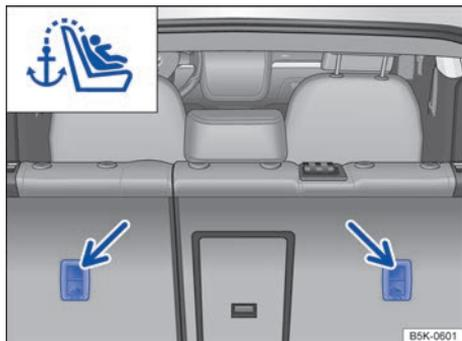

Fig. 55 Argollas de sujeción en la parte posterior del asiento trasero para fijar el cinturón de fijación superior.
- Enganche el cinturón de fijación superior en la argolla de sujeción correspondiente marcada como Top Tether en el maletero → fig. 55.